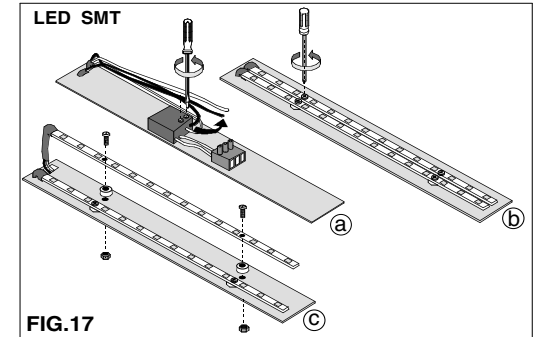

FIG.17
- Connettere la nuova strip rispettando le polarità (+ ROSSO – NERO) **FIG.17**
- Connect the new strip respecting the polarità (+red and –black) **FIG.17**
- Dévisser les vis et retirer les câbles d'alimentation du guide. **FIG.17**
- Connecter en respectant le polarité. **FIG.17**
- Verbinden nach der Polaritaet (+ ROT und – SCHWARZ) **BILD 17**